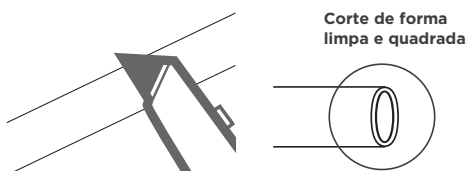

Figure 2
3. Se o tubo for muito longo, corte-o em um comprimento adequado usando uma faca afiada ou tesouras. Corte o tubo de forma quadrada e limpa (Fig. 2). Certifique-se de que o tubo esteja totalmente inserido.